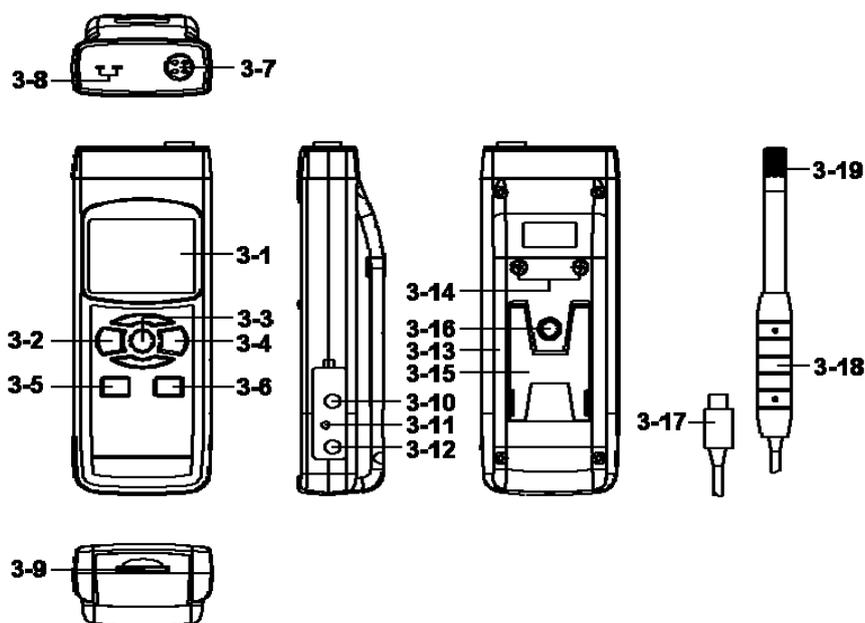

Fig.1
- 1) Encienda el medidor presionando momentáneamente el "Botón Encender" (3-2, Fig. 1).
- * Si presiona continuamente el "Botón Encender" (3-2, Fig. 1) durante 2 segundos el medidor se apagará.
Presionando continuamente el botón "Función" (3-3, Fig.1) (sin soltar el botón), la pantalla mostrará la siguiente secuencia de texto:
Hasta que en la pantalla aparezca el modo deseado (Función) no suelte el botón "Función" (3-3, Fig.1), el medidor ejecutará esta función.
- b. Conecte el "Enchufe de la sonda" (3-17, Fig. 1) en la "Toma del enchufe de la sonda" (3-7, Fig. 1).
Encienda el medidor presionando el "Botón Encender" (3-2, Fig. 1). En la pantalla LCD aparecerá la unidad "%H.r" y "°C o °F" a la misma vez que el valor de la medición (en la pantalla superior aparecerá el valor de la Humedad y en la pantalla superior el valor de la temperatura).
- b. No instale la "Sonda" (3-17, Fig.1) en el enchufe de la sonda (3-7, Fig.1)
- c. Enchufe la sonda de temperatura de termopar (sonda de temperatura opcional Tipo K o J) en el enchufe de "la toma de entrada de la sonda Tipo K/J" (3-8, Fig.1). En la pantalla aparecerá el valor de la medición tomada por la sonda de temperatura.
Durante la medición, presione el "Botón Hold" (3-3, Fig. 1) para mantener el valor de la medición y en la pantalla LCD aparecerá el símbolo " HOLD ".
- 1) La función de grabación de datos guarda las lecturas de los valores máximos y mínimos. Presione el botón "REC" (3-4, Fig.1) una vez para iniciar la función. El símbolo " REC " aparecerá en la pantalla.
- a. Presione el botón "REC" (3-4, Fig.1) el símbolo "REC MAX" junto con el valor máximo aparecerá en la pantalla. Si intenta borrar el valor máximo, presione el " Botón Hold " (3-3, Fig. 1) una vez, y en la pantalla solamente aparecerá el símbolo " REC. " mientras que la función de memoria se ejecutará continuamente.
- b. Presione el "Botón REC " (3-4, Fig. 1) de nuevo, el símbolo " REC. MIN. " junto con el valor mínimo aparecerán en la pantalla. Si intenta borrar el valor mínimo, presione el " Botón Hold " (3-3, Fig. 1) y en la pantalla solamente aparecerá el símbolo " REC. " mientras que la función de memoria se ejecutará continuamente.
Cuando conecte el medidor, la luz del fondo de la pantalla LCD se encenderá automáticamente. Durante la medición presione el "Botón Backlight" (3-2, Fig. 1) una vez para apagar la luz de fondo.
Prepare una tarjeta de memoria " SD " (de 1 GB hasta 16 GB), inserte la tarjeta SD en " la ranura de la tarjeta SD " (3-9, Fig. 1). La parte delantera de la tarjeta SD deberá estar de cara a la cubierta inferior.
Presione el botón " REC " (3-4, Fig. 1) una vez y en la pantalla LCD aparecerá el texto "REC", luego presione el "Botón Logger" (3-6, Fig. 1), y el símbolo " REC " parpadeará mientras que los datos de medición y la información horaria se guardan en el circuito de la memoria.
Durante la ejecución de la función de Datalogger, si se presiona el botón " Logger " (3-6, Fig. 1) una vez, se detendrá la función de Datalogger (dejará de guardar los datos de medición en el circuito de memoria temporalmente). A la misma vez, el texto " REC " dejará de parpadear.
Si presiona el "Botón Logger" una vez más (3-6, Fig. 1) el datalogger se ejecutará de nuevo y el texto " REC " parpadeará en la pantalla.
Mientras la función Datalogger está detenida, presione el botón " REC " (3-4, Fig. 1) continuamente al menos durante dos segundos. La indicación " REC " desaparecerá y se finalizará la función datalogger.
Presione el botón " REC (3-4, Fig. 1) una vez, en la pantalla aparecerá el texto " REC ", después presione el botón " Logger "(3-6, Fig. 1) una vez y el símbolo REC parpadeará y el biper sonará una vez a la misma vez que los datos de medición con la información horaria se guardan en el circuito de memoria. La pantalla inferior mostrará la Posición (Localización) y también se guardará en la tarjeta SD.
Durante la ejecución del datalogger manual, presione el botón " ▲" (3-5, Fig. 1) y el número inferior (nº de posición) parpadeará. Se puede usar el botón " ▲ " (3-6, Fig. 1) o "▼" (3-5, Fig. 1) para ajustar la posición de la medición (de 1 hasta 99, por ejemplo de la habitación 1 hasta habitación 99) para identificar la localización de la medición, la pantalla inferior mostrará P x (x = de 1 a 99). Tras seleccionar el número de posición presione el botón "Enter" (3-4, Fig. 1) para confirmar.
Presione el botón " REC " (3-4, Fig. 1) continuamente durante al menos 2 segundos, la indicación " REC " desaparecerá y se finalizará la función datalogger.
En la pantalla normal de medición (es decir, sin el datalogger) si presiona el botón " Time check " (3-5, Fig. 1) una vez, en la pantalla inferior se representará la información con el Año, Mes/Fecha, Hora/Minuto.